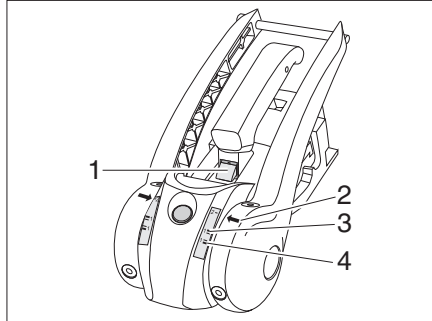

Bild 150 Verschleißkontrolle Reibbeläge
- Wenn die grüne Markierung sichtbar ist (Bild 150,1), sind die Reibbeläge vorn und hinten noch in Ordnung. Ist die grüne Markierung nicht mehr sichtbar, müssen die Reibbeläge gewechselt werden.
- Ist der Pfeil (Bild 150,2) unterhalb der Softdockmarkierung 1-grün, (Bild 150,4) sind die Reibbeläge rechts und links in Ordnung. Ist der Pfeil (Bild 150,2) oberhalb der Softdockmarkierung 1-rot (Bild 150,3), müssen die Reibbeläge gewechselt werden.
- Wenn die grüne Markierung sichtbar ist (Bild 150,1), ist die Kupplungskugel in Ordnung. Ist die grüne Markierung nicht mehr sichtbar, ist der Durchmesser der Kupplungskugel < 49mm und die Kupplungskugel muss gewechselt werden.